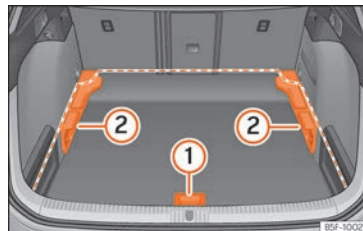
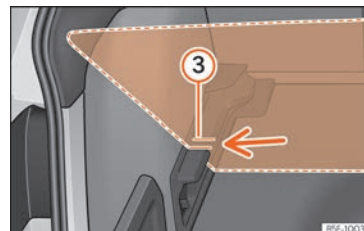

Fig. 147 Suelo variable del maletero: posiciones.
Fig. 148 Suelo variable del maletero: ranuras inclinadas.
- Para pasar de la posición baja a la alta, levante el piso por el asidero » fig. 147 ①, tire de él hacia atrás hasta que la parte delantera del piso rebase totalmente los soportes ②.
- Haga desplazar sobre estos el piso hacia adelante hasta que haga tope en el respaldo de los asientos posteriores y, a continuación, baje el piso con el asidero ①.
- Para pasar de la posición alta a la baja, levante el piso por el asidero » fig. 147 ①, tire de él hacia atrás hasta que la parte delantera del piso rebase totalmente los soportes ②.
- Deje caer la parte anterior contra el piso y empuje el piso hacia adelante hasta que haga tope en el respaldo de los asientos posteriores bajando al mismo tiempo el piso con el asidero ①.
- Levante el suelo variable por el asidero »» fig. 147 ① y tire de él hacia atrás hasta que la parte delantera del suelo rebase las ranuras inclinadas »» fig. 148 ③.
- Haga pasar el suelo por dichas ranuras ayudándose con el asidero ① hasta que haga tope en el respaldo de los asientos posteriores y se apoye el suelo en las ranuras.